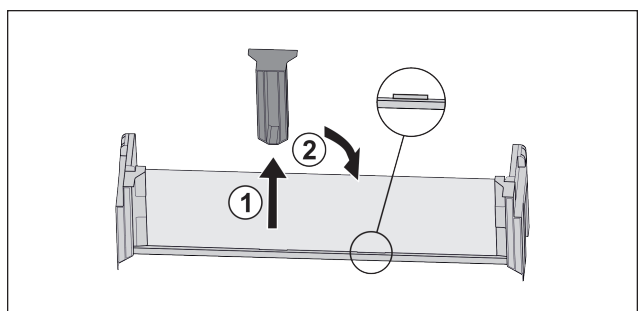

Fig. 30
- ▶ Mittleres Halteteil abziehen Fig. 30 (1).
- ▶ Mittleres Halteteil auf zweiter Position einsetzen Fig. 30 (2).